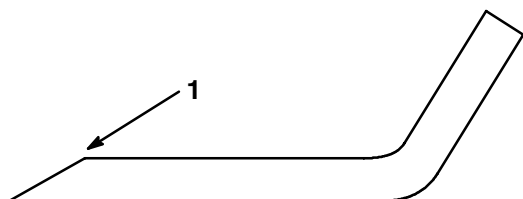

Figure 35
1. Au moyen d'une lime, aiguiser les arêtes de coupe aux deux bouts de la lame (Fig. 35) en veillant à conserver l'angle de coupe d'origine. Limer la même quantité de métal sur chacune des deux arêtes pour ne pas déséquilibrer la lame.